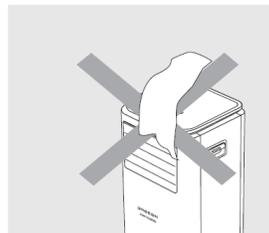

Рис. 14
3. Никогда не кладите на прибор посторонние предметы, не перекрывайте вход или выход из прибора. Снижение расхода воздуха приведет к снижению производительности и может привести к повреждению кондиционера (рис. 14).